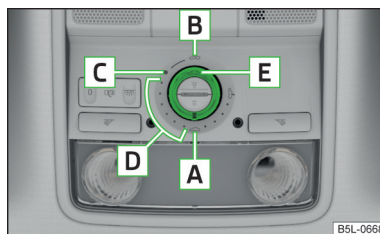

Fig. 23
- Si p. ej. se desembornó y se volvió a embornar la batería del vehículo, puede ocurrir que el techo corredizo/elevable quede fuera de servicio. Ponga entonces el conmutador giratorio en la posición de conmutación **A** » fig. 23 de la
- Si p.ej. se desembornó y se volvió a embornar la batería del vehículo, puede ocurrir que la cortinilla antisolar enrollable quede fuera de servicio. Gire el conmutador a la posición **A** » fig. 23 de la página 48, pulse la tecla  » fig. 24 de la página 49 y manténgala pulsada. A los 10 segundos, la cortinilla antisolar enrollable se abre y se cierra de nuevo. Sólo después se debe soltar de nuevo el conmutador giratorio.
- Gire el conmutador a la posición **C** » fig. 23.
- Gire el interruptor a una posición en la zona **D** » fig. 23.
- Gire el conmutador a la posición **B** » fig. 23 y manténgalo en esa posición (posición con resorte).
- Gire el conmutador a la posición **A** » fig. 23.
El techo corredizo/elevable está equipado con un limitador de fuerza. El techo corredizo/elevable se detiene y retrocede algunos centímetros en caso de que un obstáculo (p. ej., hielo) no lo deje cerrar. Se puede cerrar por completo el techo corredizo/elevable sin limitación de fuerza, tirando del conmutador en el rebaje **E** » fig. 23 hacia abajo y hacia delante hasta que el dicho techo esté completamente cerrado » **I**.